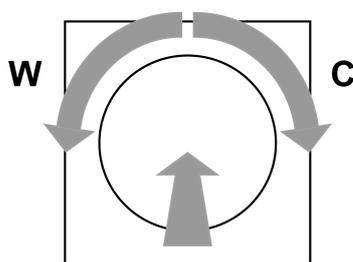

Bild 2
- i** Beim Speichern der Farbtemperatur darauf achten, dass die letzte Drehung des gedrückten Betätigungsknopfes (Bild 2) für die wärmste Lichtfarbe nach links (W) und für die kälteste Lichtfarbe nach rechts (C) erfolgen muss.
- Gedrückten Betätigungsknopf nach links (W) drehen, bis die gewünschte wärmste Lichtfarbe erreicht wird, und in dieser Position länger als 10 Sekunden halten.